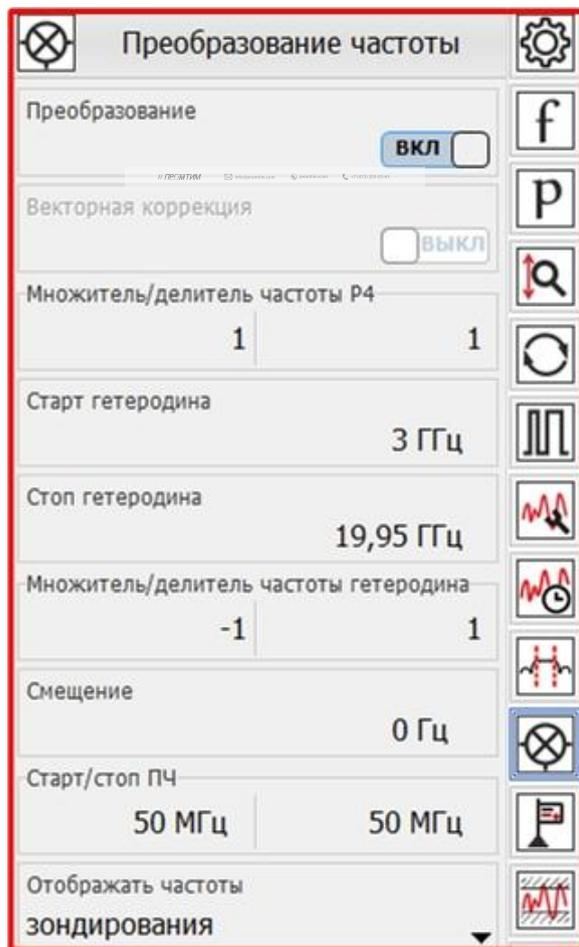

Рис. 23. Задание параметров преобразования частоты
- В панели управления «Преобразования частоты» задать параметры гетеродина, рис. 23;